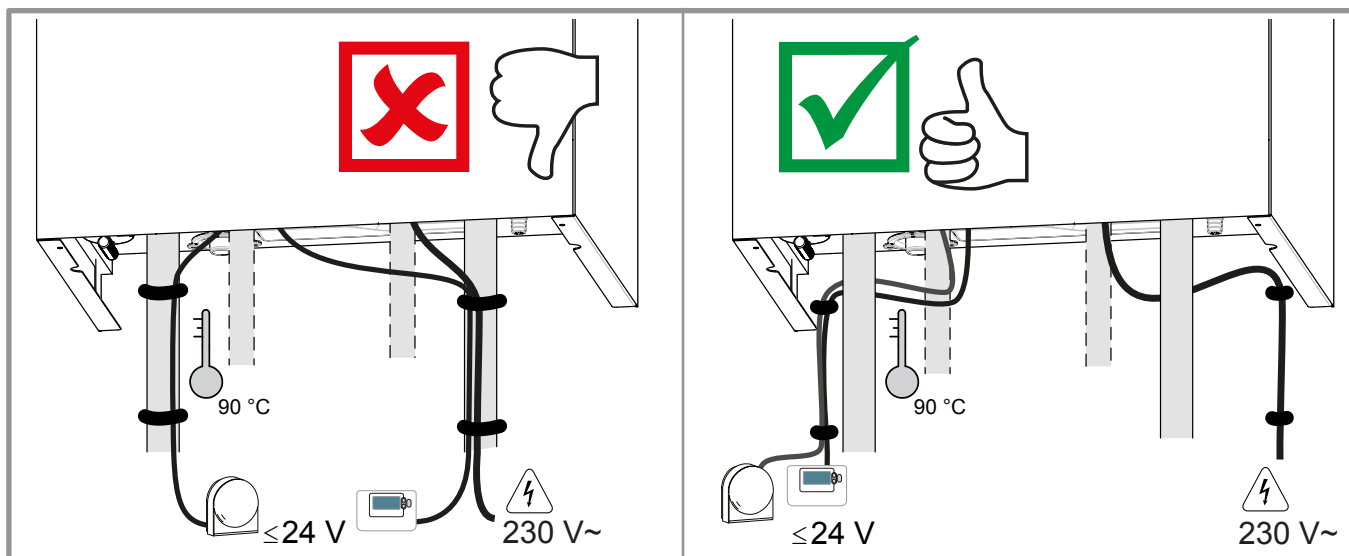
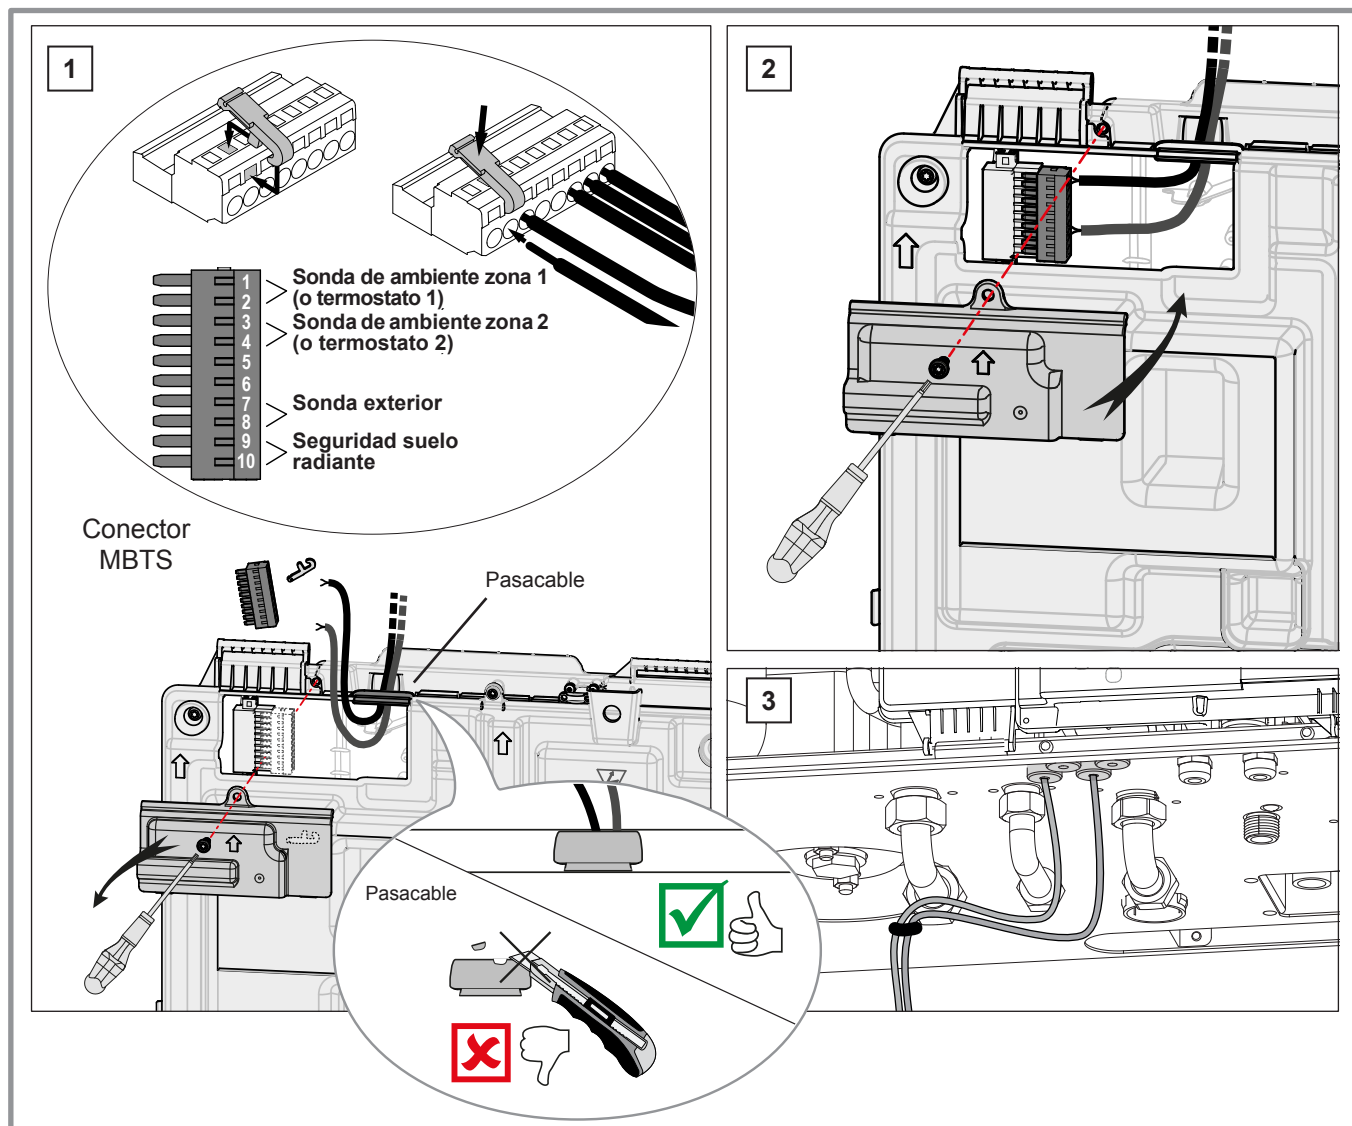

figura 19 - Camino de los cables
figura 22 - Acceso borne MBTS
- Efectúe las conexiones siguiendo los esquemas (figura 19 y figura 22, página 26).